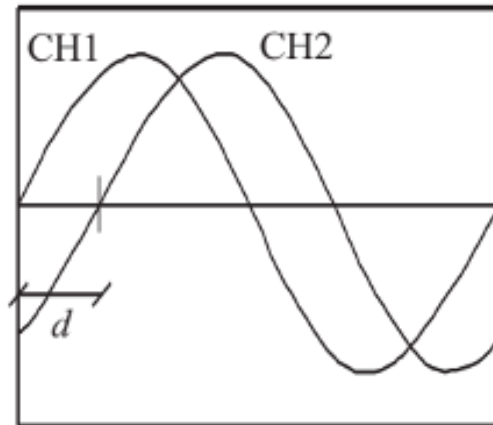

Figura 5: Senoides defasadas. Sinal CH2 atrasado com relação ao sinal CH1
- Meça a distância  $d$  entre as senoides no ponto de cruzamento com o eixo horizontal. Veja a figura (Figura 5).